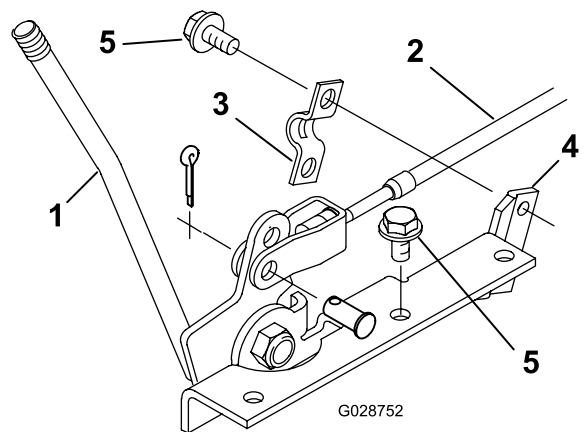

Bild 13
3. Bringen Sie die Lastöse des Zapfwellenzugs mit einem Lastösenbolzen und Splint im unteren Loch im Zapfwellenhebel an (**Bild 13**).
4. Befestigen Sie den Zapfwellenzug mit einer Klemme und zwei Blechschrauben an der Stütze des Zapfwellenhebels (**Bild 13**).